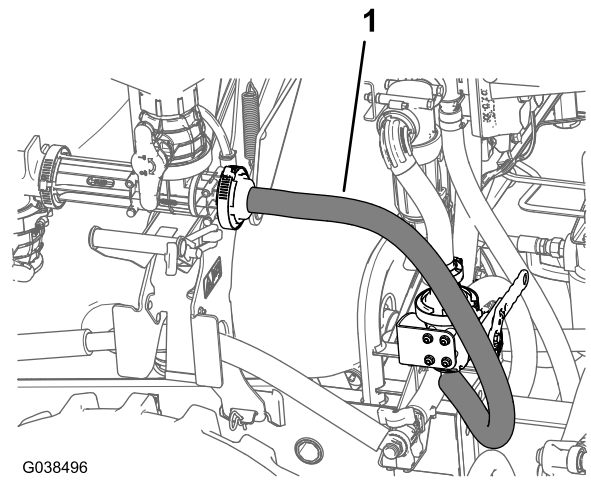

Figura 102
- Enrute la manguera de alimentación del eyector hasta la parte inferior de la válvula de cierre del eyector, según se muestra en Figura 102.
- Apriete la brida de fijación que sujeta el acoplamiento dentado de la manguera de alimentación del eyector a la brida del eyector (Figura 102).